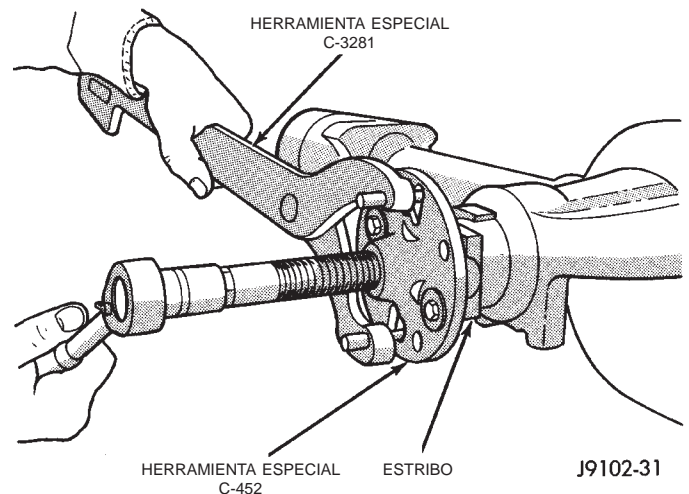

Fig. 10 Desmontaje del estribo del piñón
(9) Para extraer el estribo del piñón, utilice el extractor C-452 y la llave C-3281 (Fig. 10).